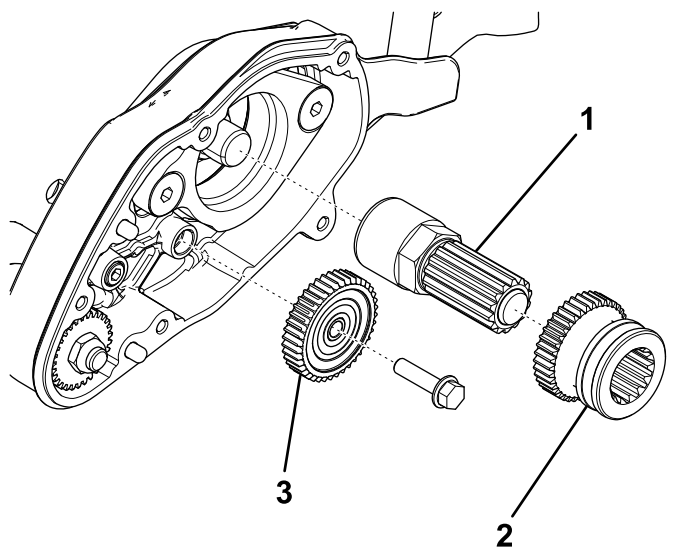

图7
9. 将轴总成拧到滚刀轴延长件上 图7。
10. 向轴总成涂抹润滑脂并将驱动齿轮滑到轴总成上图7。
11. 安装 40 齿惰轮图7。